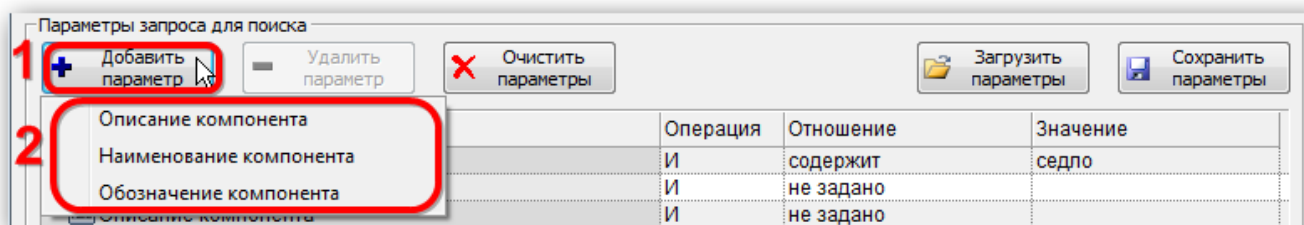

Рис. 7-44 – Добавление параметра к запросу
- 5) Для добавления нового параметра нажать кнопку «Добавить параметр» и из раскрывшегося списка выбрать нужный параметр (рис. 7-44).